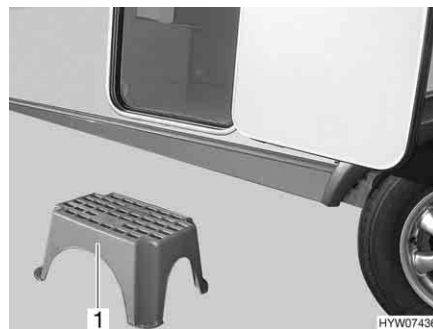

Fig. 25 Scalino di ingresso (non fissato all'interno)
- Collocare lo scalino di ingresso (Fig. 25,1) davanti all'entrata del caravan.